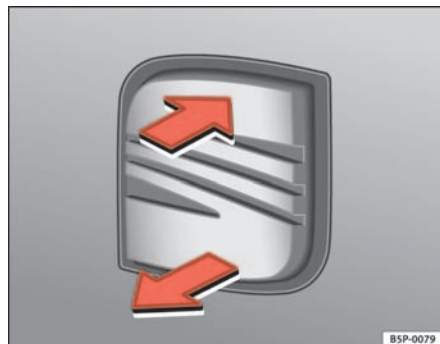

Fig. 66 Portellone posteriore: apertura dall'esterno
- Tirare la maniglia e sollevare il cofano ⇒ **fig. 66**. Il cofano si apre automaticamente.